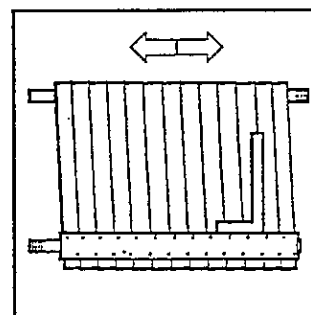

Fig. 12
Le corps de chauffe est assemblé, mais non serré, on peut faire "jouer" le corps par poussées latérales successives afin de bien répartir les jeux (Fig. 12).
- La perpendicularité entre le collecteur Retour et les éléments (Fig. 12).